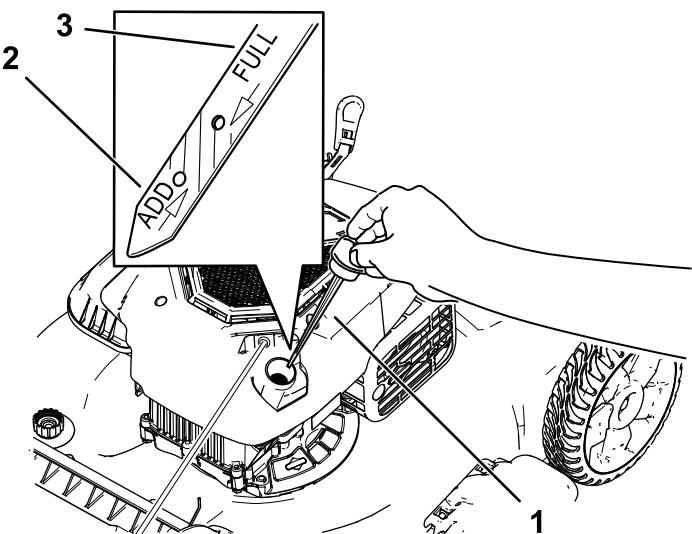

図 24
- キャップを左に回してディップスティックを抜き取る図 24。
10. ディップスティックの目印で油量を点検する図 24。